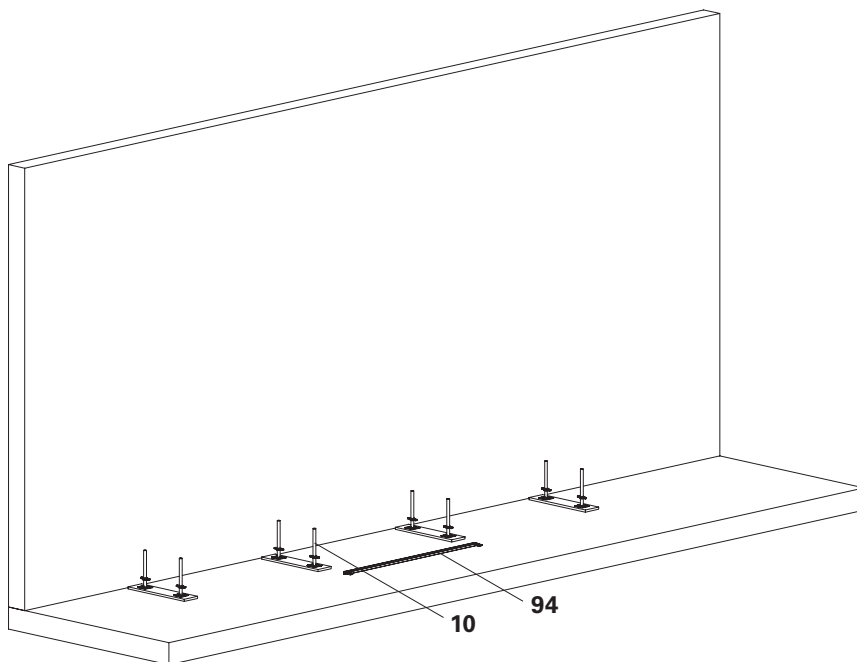

Bild B2.01
2. Lägg ut horisontalbalk UH Plus (94) bredvid bottenskruven.
3. Ställ bottenskruv UJB (10) på lastfördelande underlägg. (Bild B2.01)